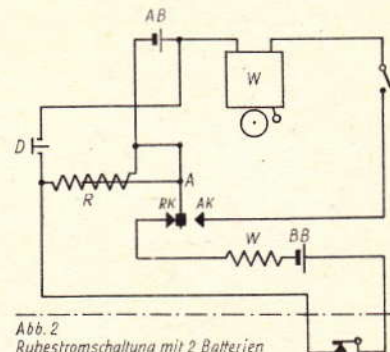

Abb. 2 Ruhestromschaltung mit 2 Batterien
dern muß direkt an den Pol 4 der Batterie B gelegt werden.) Bei Ausfall des Netzstroms übernimmt die Batterie die Stromversorgung. Ist diese jedoch erschöpft oder durch unbeabsichtigten oder auch beabsichtigten Drahtbruch nicht mehr angeschlossen, dann setzt die Anlage aus. Erst nach Wiederkehr des Netzstromes macht sich diese Störung durch Ansprechen der Alarmglocke bemerkbar. Aus diesem Grunde trennt man vielfach die Stromquellen in eine für die Lieferung des Ruhestroms und in eine für den Arbeitsstrom zur Betätigung der Alarmgeräte. Hiervon wird auch gern Gebrauch gemacht, wenn die Relais und Alarmgeräte mit verschiedenen Spannungen betätigt werden. In Abb. 2 ist eine solche Anlage aufgezeichnet. Das Relais R besitzt einen Ruhestrom- (RK) und einen Arbeitsstromkontakt (AK). Der von der Batterie BB gelieferte Strom reicht zunächst nicht aus, um den Anker A des Relais R anzuziehen. Durch Betätigung des Druckknopfes D wird der Relaisanker stark vormagnetisiert und zieht den Anker A an. Nun reicht der schwache Betriebsstrom aus der Batterie BB aus, um das Relais im angezogenen Zustand zu erhalten. Der Widerstand der Sicherungsleitung, in der sich wieder mehrere hintereinandergeschaltete Überwachungskontakte befinden können, ist ohne große Bedeutung, da das Relais nach der Vormagnetisierung nur wenige mA benötigt. Der Widerstand W dient zur Einstellung des Ruhestroms. Fällt der Anker nach Öffnen eines der Überwachungskontakte ab, dann wird der Arbeitskontakt geschlossen und der Wecker W durch die Arbeitsbatterie AE betätigt.